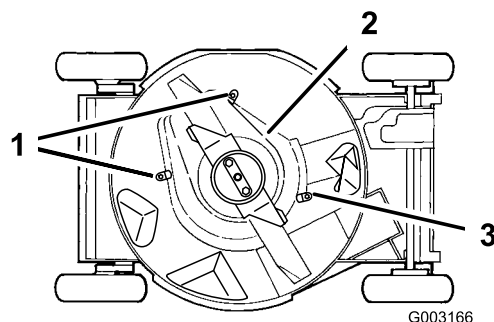

Figura 37
6. Per allentare le linguette che fissano il carter della frizione del freno della lama alla scocca, allentate i dadi o i bulloni sulle linguette (Figura 37). Girate le linguette di 180° perché non intralcino.